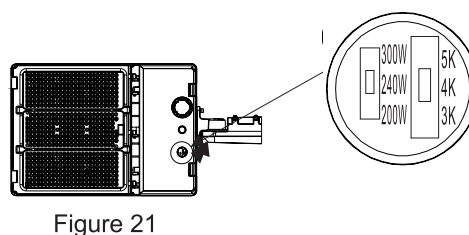

Figure 21
Étape 2 : Après avoir ajusté la fonction de contrôle requise, serrez le bouchon en métal et le bouchon en plastique dans le sens des aiguilles d'une montre. (Fig. 21)